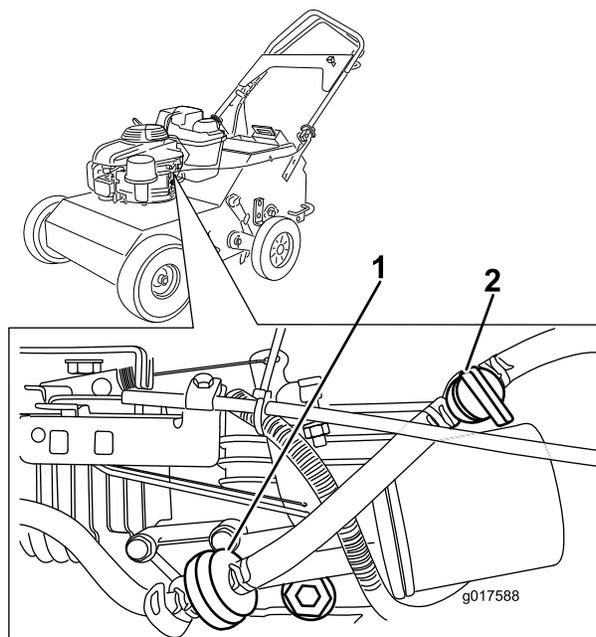

Рисунок 11
2. Откройте топливный кран (Рисунок 11).